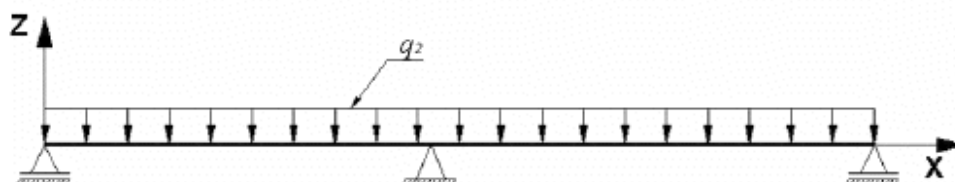

Рис.7.4. Схема загрузки 2 балки
- загрузка 2 – равномерно распределенная $q_2 = 0.3$ т/м (рис.7.4);